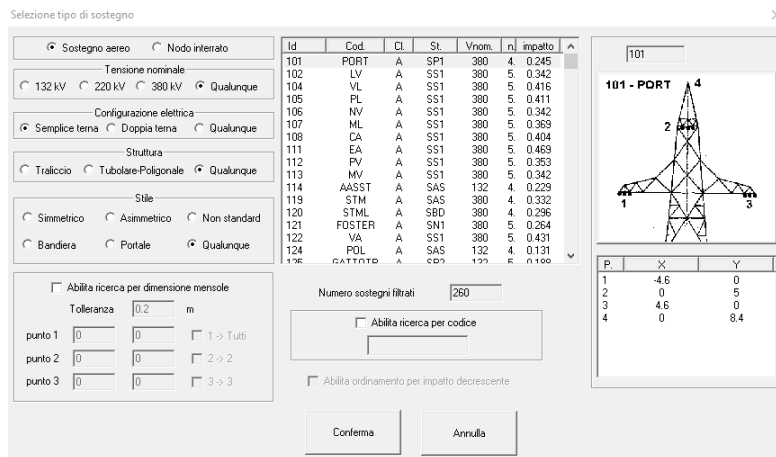

Fig. 11 - Schermata per la selezione della tipologia di sostegno predefinita.
Il pulsante 'Scelta guidata tipo sostegno' fa accedere alla scheda 'Selezione tipo di sostegno' (v. Fig. 11, i dettagli nella sezione dedicata ai sostegni) per facilitare la scelta del sostegno predefinito;
- Assegna tipo a sostegni indefiniti: associa a tutti i sostegni indefiniti nell'elenco un tipo specificato dall'utente (stessa interfaccia di Fig. 11).